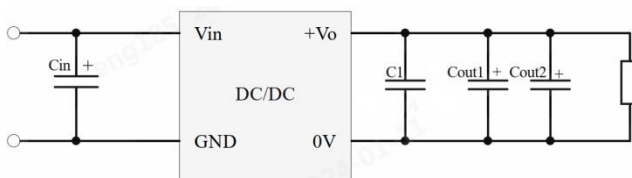

图 2
① 所有该系列的 DC/DC 转换器在出厂前, 都是按照 (图 2) 推荐的测试电路进行测试。
② 若要求进一步减少输入输出纹波, 可将输入输出外接电容 C_{in} 、 C_{out} 加大或选用串联等效阻抗值小的电容, 但容值不能大于该产品的最大容性负载。